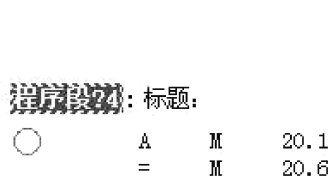

图 3-61 未激活的断点
4) 把光标放在希望设置断点的语句行的前面，单击“”来设置断点。未激活的断点用空心圆圈标记，如图 3-61 所示。